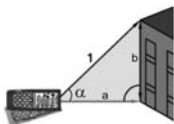

Fig. 12: Misura distanza con calcolo trigonometrico
3. Posizionare lo strumento nel punto (1) corrispondente al valore dell'angolo " α " (variabile da $\pm 65^\circ$ con inclinazione trasversale non superiore a $\pm 10^\circ$) desiderato della misura mostrato nel primo display e premere il tasto o il tasto laterale **MEAS** (vedere Fig. 12)
4. Il valore della distanza "1" è mostrato nel display risultante. Il valore della distanza "a" è mostrato nel terzo display calcolato come: $a = (1) * \cos \alpha$. Il valore della distanza "b" è mostrato nel secondo display calcolato come: $b = (1) * \sin \alpha$ (vedere Fig. 12)